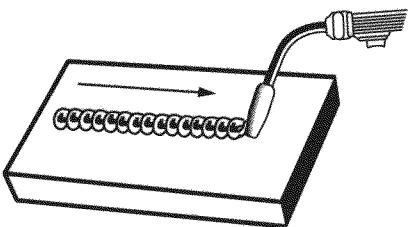

Figura 12. Cordón de refuerzo
1. EL CORDÓN DE REFUERZO (Figura 12) se hace desplazando la pistola en línea recta con el alambre y la boquilla centrados sobre la junta que se suelda. Este es el tipo más fácil de cordón.